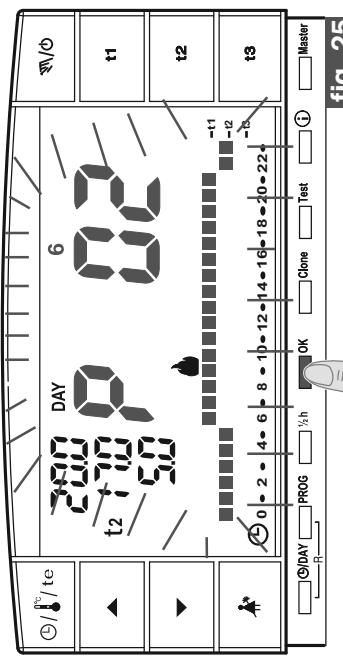

fig. 25
- Al finalizar la lectura del programa pulsar la tecla **OK** para reconfigurarlo (si no está en operación, después 3 minutos el cronotermostato reconfigura el programa inicialmente configurado) ejemplo fig. 25.